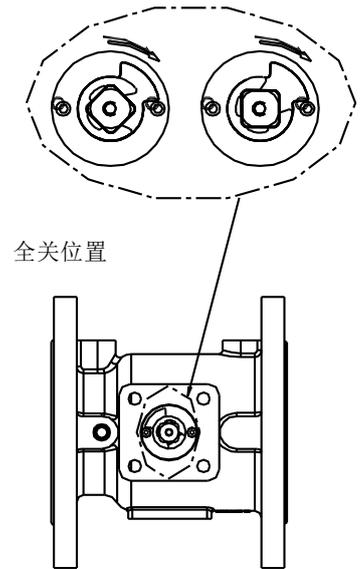

图 3
- (1) 如图 3, 用扳手将阀杆顺时针旋转到全关位置(无法转动的位置)。